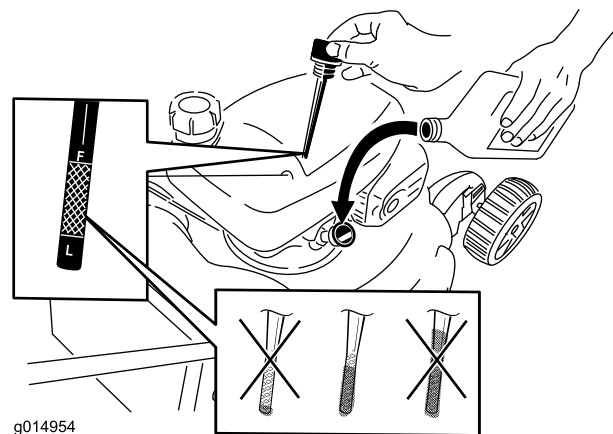

Figura 26
8. Versate **lentamente** l'olio nel tubo di riempimento finché non raggiunge il segno di **pieno** sull'asta (Figura 26). **Non riempite troppo.** (Riempimento massimo: 0,55 l, **tipo: olio per autovetture SAE 30** con service classification API SL, SM o superiore. Nel caso in cui il SAE 30 non fosse disponibile, è possibile utilizzare il SAE 10W30.)